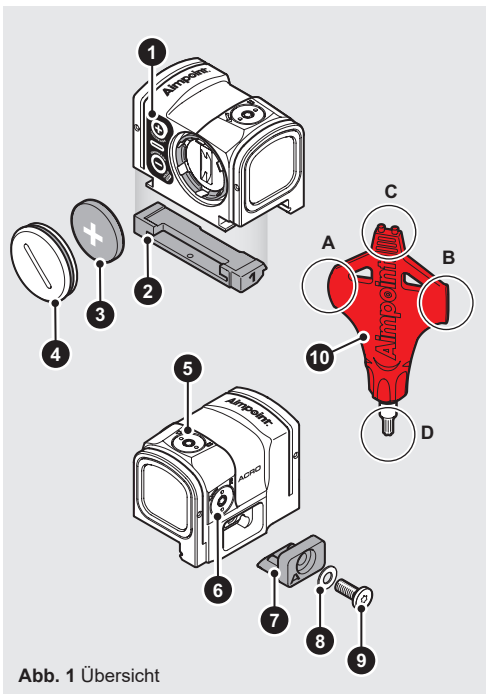

Abb. 1 Übersicht
Siehe Abb. 1.
- c Die Batterie (3) mit der Plusseite (+) zum Batteriedeckel (4) hin einsetzen, wie in Abb. 1 zu sehen ist.